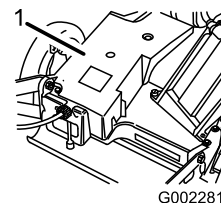

Figure 32
3. Enlevez les boulons qui fixent le carter de courroie (Figure 32) à la tondeuse.